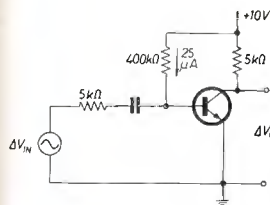
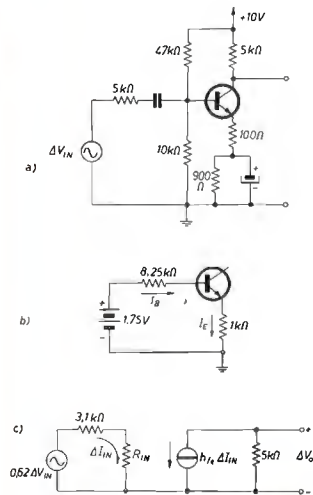

figura 4
figura 5
Consideriamo infatti il circuito illustrato nella figura 4; si tratta di uno stadio amplificatore comandato da un altro stadio di caratteristiche simili, progettato per essere utilizzato con transistori il cui guadagno di corrente sia pari a 40.
Lo scopo di questa analisi era appunto quella di dimostrare quantitativamente la precarietà notevole del circuito di figura 4, nel quale sia la polarizzazione che il guadagno di tensione dipendono criticamente da un parametro, come l' h_{fe} , che è fortemente variabile da transistore a transistore anche dello stesso identico tipo (1) (in genere il rapporto valore massimo e minimo di h_{fe} varia da un fattore 3 nelle serie militari a un fattore 5 o peggio nelle serie per impieghi civili) e che inoltre varia notevolmente con la temperatura. Nulla si è detto a proposito delle correnti di perdita che, se si ha la buona abitudine di usare transistori al silicio, possono in genere essere agevolmente ignorate. Una caratteristica del circuito di figura 4, che per quanto si è detto è estremamente critico rispetto alle sostituzioni, è quello della assenza totale di ogni forma di controreazione che tenda in qualche modo a ridurre gli effetti delle variazioni di h_{fe} sulla stabilità del punto di lavoro e sul valore del guadagno in tensione.
Consideriamo il più comune e onesto circuito di figura 5 in cui si è introdotta una buona dose di controreazione sia in continua, per tener fermo il punto di lavoro, che in alternata, per ridurre le variazioni del guadagno di tensione.
Analizzando il circuito d'ingresso si osserva che il partitore d'ingresso può essere sostituito con il circuito equivalente di Thevenin (batteria da 1,75 V e resistenza da 8,25 kΩ indicato in figura 5 b). Si può quindi, nell'ipotesi che la tensione V_{BE} sia costante o pari a 0,6 V, scrivere l'equazione
Nel calcolo del guadagno la presenza di una rete resistiva (quella di polarizzazione) di resistenza non sufficientemente elevata per poterla trascurare, dà luogo a una partizione del segnale d'ingresso e la situazione può essere ancora affrontata con la tecnica di Thevenin, come è indicato in figura 5 c; il fattore di partizione è di 0,62 e la nuova resistenza di sorgente, data dal parallelo di tutte le resistenze collegate al nodo di base è pari a 3,1 kΩ.
Per effettuare quindi la scelta del transistorore da utilizzare nella sostituzione nel caso di circuiti a comando di corrente occorre una analisi preventiva per stabilire se il circuito in questione appartenga alla categoria esemplificata dal caso di figura 4, che denomineremo « disonesto », o a quella del caso di figura 5, che denomineremo « onesto ».